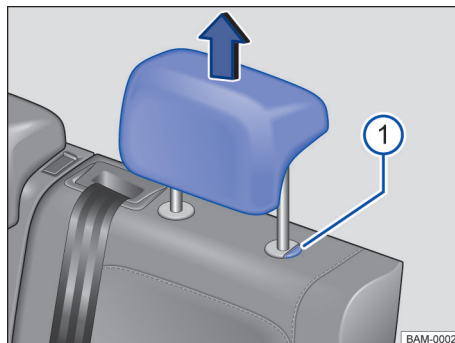

Fig. 68 Apoyacabezas traseros: desmontar.
- Retirar el apoyacabezas con el botón → fig. 68 ① presionado.
- Empujar hacia abajo el apoyacabezas con el botón → fig. 68 ① presionado.